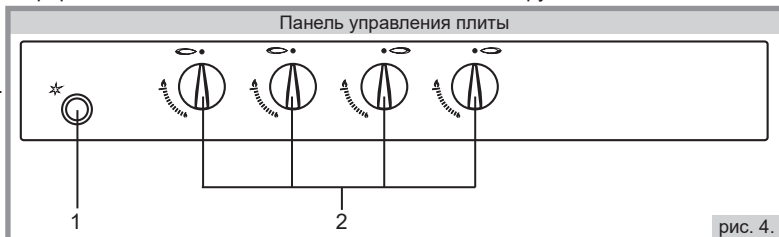

рис. 4.
■ На рисунке панели управления (рис.4) присутствуют элементы комфортности, которые могут присутствовать на панелях различных моделей плит. Для Вашей плиты перечень элементов указан в таблице комфортности моделей плит на обложке настоящего руководства.